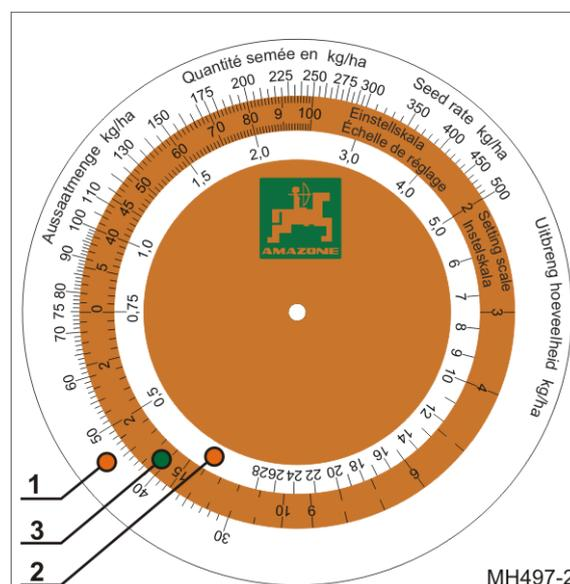

Fig. 104
- eine äußere weiße Skala (Fig. 104/1) für Düngermengen über 30 kg/ha
- eine innere weiße Skala (Fig. 104/2) für Düngermengen unter 30 kg/ha
- eine farbige Skala (Fig. 104/3) mit allen Getriebestellungen von 1 bis 100.